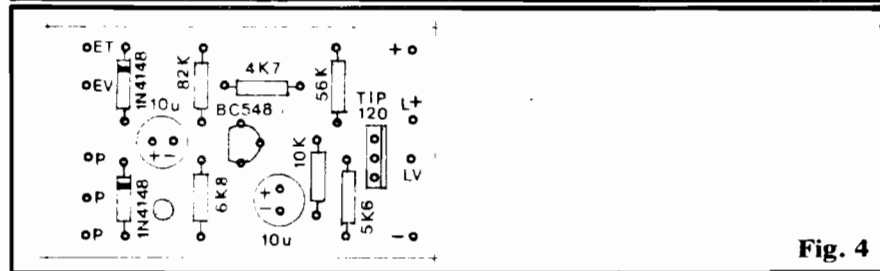

Fig. 4
- **FIG. 4** - A montagem propriamen- te tem sua realização visualmente "mastigada" na fig. 4, que traz o